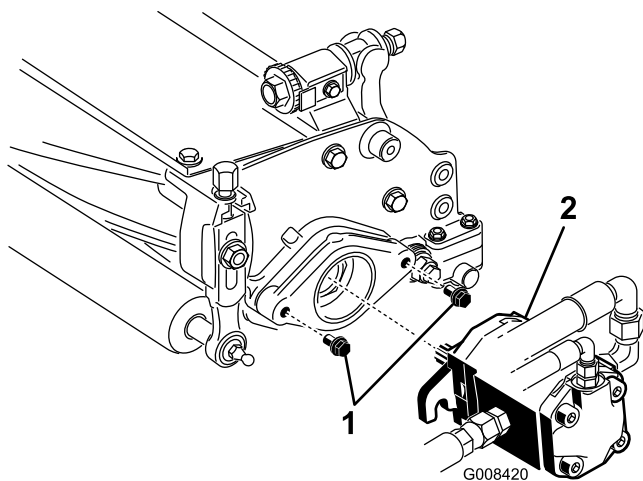

図 18
10. リールモータを固定するための取り付けねじを各カッティングユニットに取り付けする。各取り付けねじについて、ねじ山が 13 mm 程度突き出るようにする（図 18）。
12. リールモータのシャフトのスプライン部にグリスを塗布する。モータを取り付け穴に正対させ、時計方向にひねってスタッドを一回かわし、次に左回りにひねって、キャップスクリュにフランジをしっかりと掛ける（図 18）。
13. 取り付けボルトを締め付ける。（図 18）。